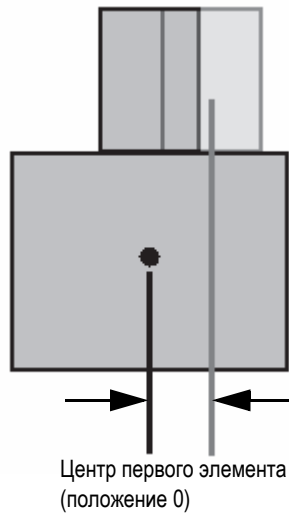

Рис. 4-8 Вторичное смещение
- e) Выберите **Вторич. смещ.** и введите **0**, чтобы показать, что преобразователь центрирован на призме на вторичной оси. Если преобразователь не центрирован на призме, введите соответствующее значение (см. Рис. 4-8 на стр. 119).